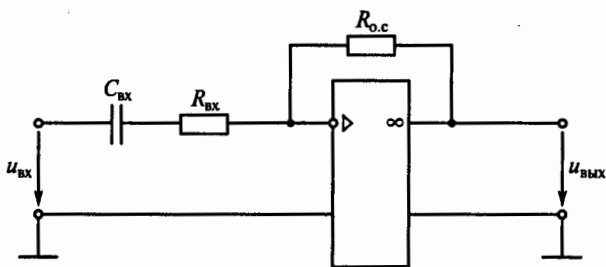

Рис. 160
**4.32.** В системах автоматики операцию технического дифференцирования часто выполняют с помощью активного дифференцирующего звена на операционном усилителе (рис. 160). Какие преимущества обеспечивает активное дифференцирующее звено в сравнении с пассивной дифференцирующей цепью, приведенной на рис. 158, а? (Указать неправильный ответ.)